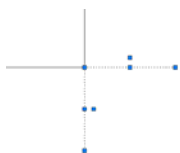

图 2-12 生成四通
- “生成四通”选项: 选中该项,则所绘制的两段相互交叉的管线在交点断开,成为四段独立的管线,如图2-12所示。